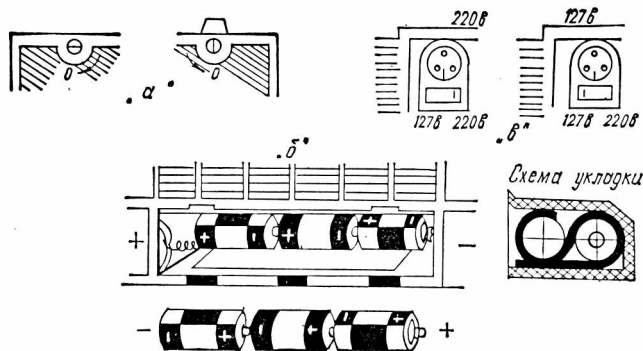

Рис. 2.
Установку элементов питания следует производить согласно рис. 2б, обернув их предварительно в полиэтиленовую пленку (см. схему укладки). При установке элементов следует сжать пружину отсека питания отверткой или другим предметом. Обратите внимание на правильное расположение элементов, так как неправильная установка их приводит к выходу приемника из строя;
а) убедитесь в том, что переключатель напряжения сети на приемнике установлен в положение, соответствующее напряжению сети в вашей квартире (рис. 2в);
- повернуть 2 фиксатора, крепящих крышку отсека питания (рис. 2а), и снять крышку;